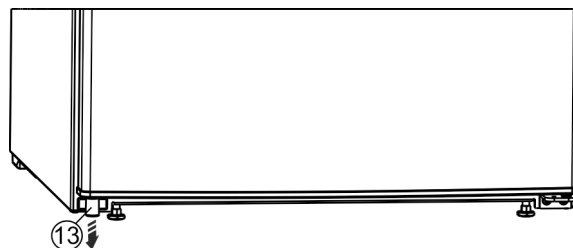

Fig. 5
- ▶ Spodaj desno iz vrat snemite distančnik Fig. 5 (13).